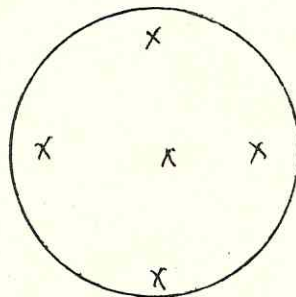

Рис.1
3.9.2. Измерение толщины мер производится с помощью длиномера ИЗВ-1 (ИЗВ-23, ИЗВ-3) в пяти точках в соответствии с рис.1.